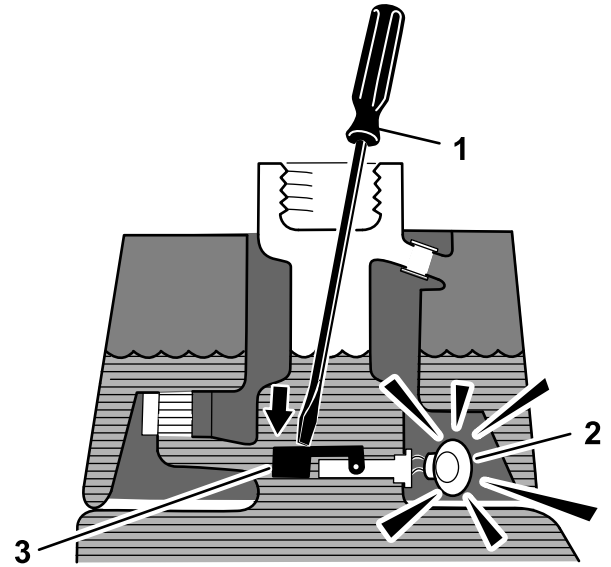

図 43
3. 汚れのついていない鉄の棒やねじ回しなどをタンクの首から差し込んで、フロートスイッチ 図 43 を押し下げる1秒後にアラームがなれば正常。